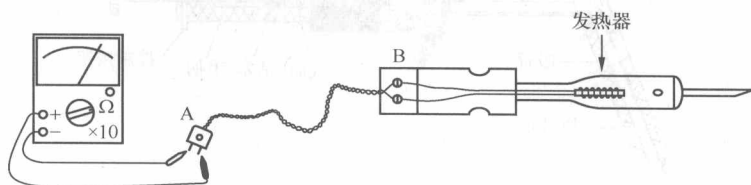

图 1-4 电烙铁的故障判别
(5) 电烙铁的常见故障。电烙铁最常见的故障是电路内部开路，其现象是通电后电烙铁长时间不发热。如图 1-4 所示，使用者可拆开电烙铁，用万用表欧姆挡分别测量 A、B 两处的电阻值，便可找出电烙铁故障所在：若发现发热器过度氧化，则需要及时更换。